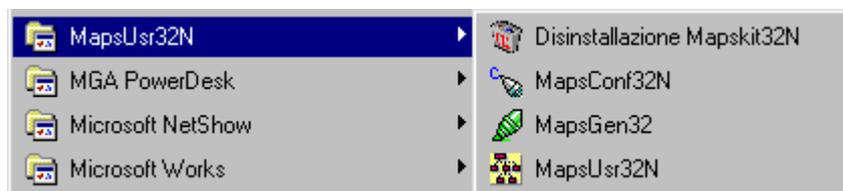

Figura 1.5 – Gruppo di Programmi MapsUsr32N del menu Avvio
Terminata la procedura di installazione guidata, i programmi possono essere lanciati in esecuzione come ogni altro programma applicativo per Windows 95. Vengono infatti creati, automaticamente, i collegamenti con il sottomenu Programmi del menu Avvio di Windows 95 (Figura 1.5).
- fare clic sul pulsante Avvio (Start) di Windows 95, e selezionare il comando Disinstallazione MapsKit32N dal gruppo MapsUsr32N del menu Programmi (vedere la Figura 1.5);
I programmi, correttamente installati, possono essere lanciati in esecuzione come ogni altro programma applicativo per Windows. All'atto dell'installazione, viene infatti creato, automaticamente, il collegamento con il gruppo di programmi MapsUsr32S (versione seriale) o MapsUsr32N (versione di rete), nel sottomenu Programmi del menu Avvio (Start) di Windows (Figura 1.5).